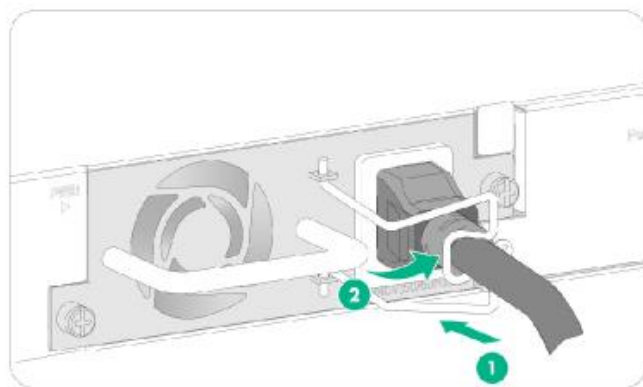

图 1-7
(2) 将电源模块附带的电源线带插孔的一端插到电源模块的电源输入插口上，如图 1-7 中所示。
(3) 将电源线的另一端插到外置交流供电系统。